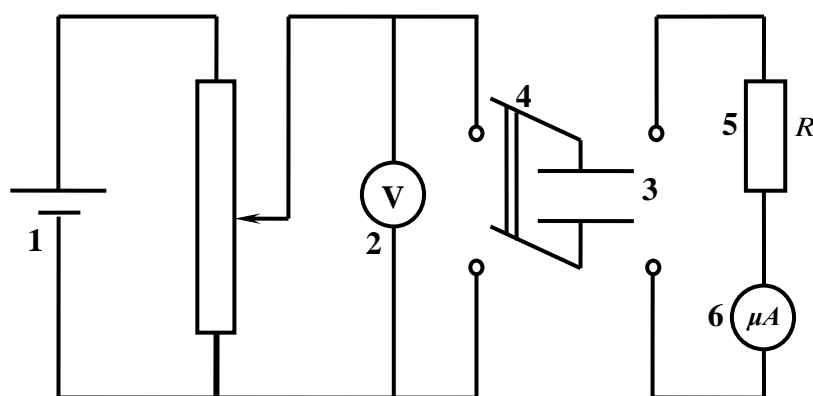

Рисунок 2.1
В данной работе предлагается убедиться в справедливости выражений (2.3), (2.4), (2.5), (2.6), используя установку, электрическая схема которой представлена на рис.2.1.
1. Соберите электрическую схему согласно рис.2.1.